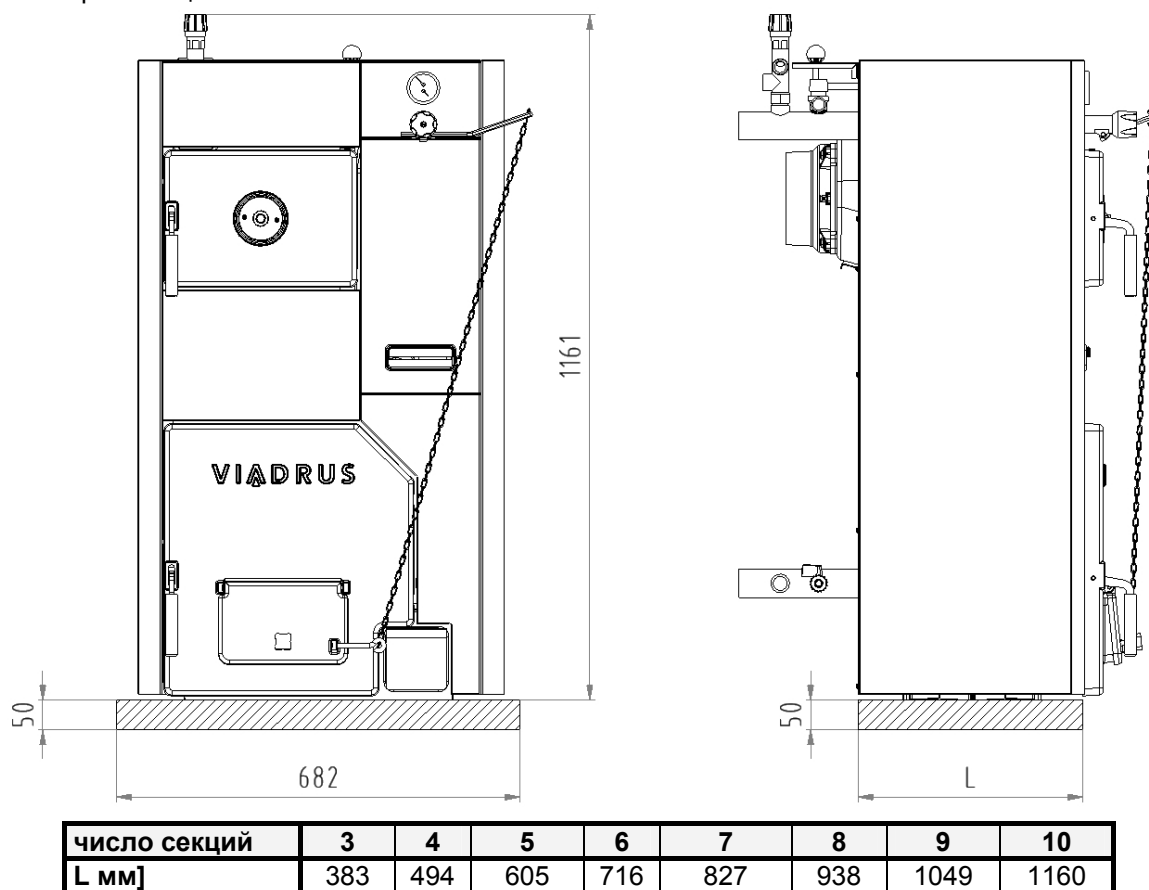

Рис. 5 Размеры цоколя
- Расположение на полу из негорючего материала (рис. 5)